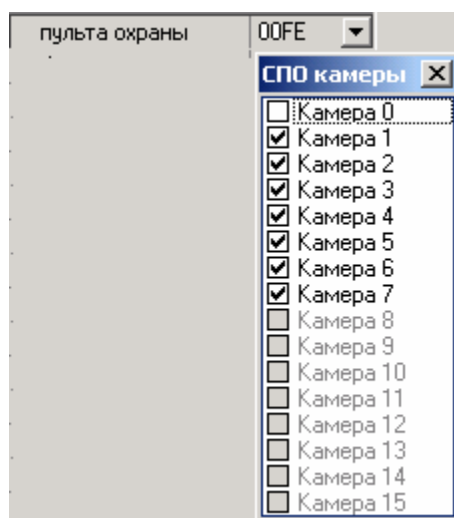

Рис.26 Пример выбора видеовходов автоматического сканирования.
- пульты охраны. Ниспадающий список, который появляется при нажатии кнопки ▼, позволяет установить те входы видеокмутатора, которые будут опрашиваться при автоматическом сканировании. В данном списке камера 0 соответствует входу VIN1 первого видеокмутатора, а камера 7 – входу In4 второго видеокмутатора. На рис.26 показан пример установки автоматического сканирования всех входов, кроме In1.